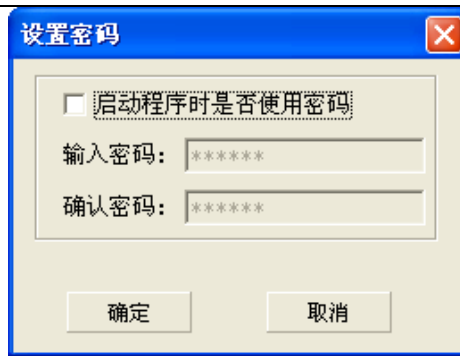

图 7-3 取消算法编辑器加密对话框
如果想取消对该工程算法的加密，在进入该工程的算法编辑器后，点击菜单中的“配置 (C) \设置密码 (P) 菜单。弹出图 7-3 输入密码对话框，输入原始密码后弹出“设置密码”对话框，将其“启动程序时是否使用密码”的设定去掉，如图 7-3 所示。
如果想对算法程序加密，首先进入算法编辑器，右键程序名，点击“设置程序密码”弹出“密码设置”对话框，如图 7-3 所示。
系统默认分配 64 个安全区给用户使用，且用户可以自定义安全区名。在 UWinTech Pro 工程管理器中，点击工具栏中的“用户登录”图标“”，弹出用户登录对话框，只有系统管理员才可以进行相应的用户与安全区配置，因此选择系统管理员，输入正确的密码进行登录，弹出“用户配置”对话框，如图 7-3 所示。
UWinTech Pro 由各个功能模块组成，通过功能区对各大模块进行权限控制，方便、安全控制各个控制过程。在 UWinTech Pro 工程管理器中，点击“工具\用户管理”菜单项，或者点击工具栏中的“用户登录”图标“”，弹出用户登录对话框，只有系统管理员才可以进行功能区配置，因此选择系统管理员，输入正确的密码进行登录，弹出“用户配置界面”对话框，如图 7-3 所示。